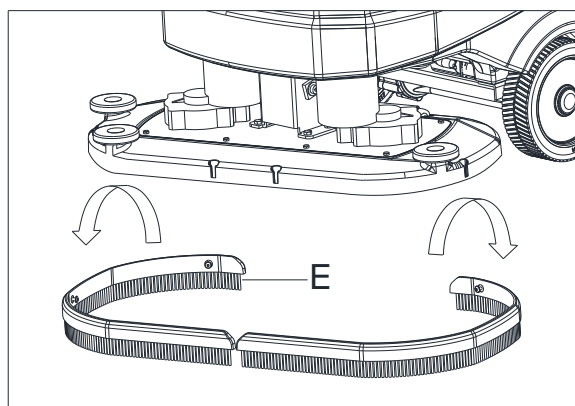

Figura 19
2. Quite el antisalpicaduras como se indica en (E, Figura 19) y límpielo. (Solo para máquina de disco)